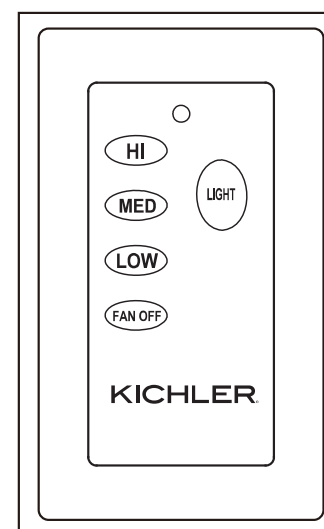

Fig. 21
- Bouton D'éclairage = Le bouton "d'éclairage" permet d'allumer ou d'éteindre la lumière ainsi que de contrôler le réglage de la luminosité (**Fig. 21**).